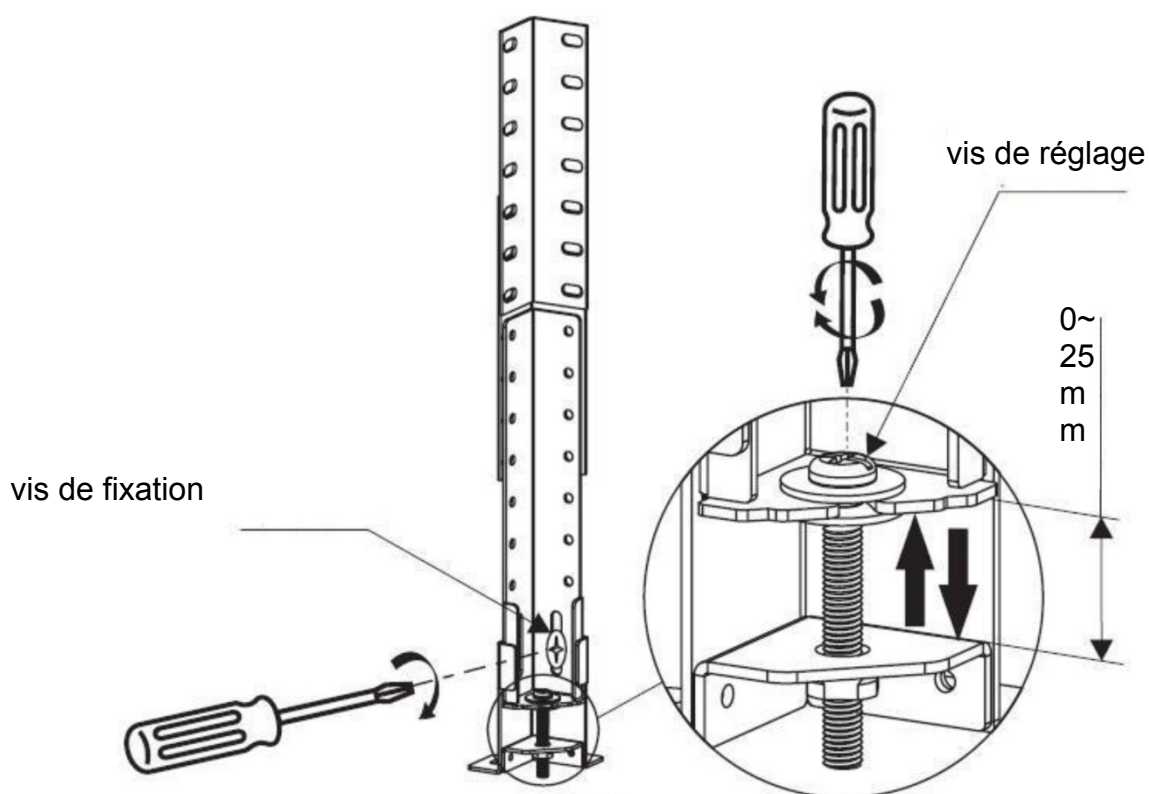

Fig. 14
7. Lorsque le corps principal de la hotte aspirante est fixé sur la plaque suspendue, si vous voulez mettre en position horizontale le corps de la hotte aspirante et régler la hauteur voulue, vous pouvez utiliser un tournevis plat ou en croix pour régler la vis sur l'angle flexible. La fig. 14 illustre la méthode de réglage détaillée, réglez la vis sur chaque angle flexible en faisant tourner en sens horaire le tournevis, le corps de la hotte aspirante montera vers la plaque suspendue. Lorsque vous réglez la vis sur chaque angle flexible en faisant tourner en sens antihoraire le tournevis, le corps de la hotte aspirante se descendra vers le sol. Le corps de la hotte aspirante en position horizontale et la hauteur exigée sont bien fixées. Avec le tournevis en croix serrez la vis de fixation sur l'angle flexible.